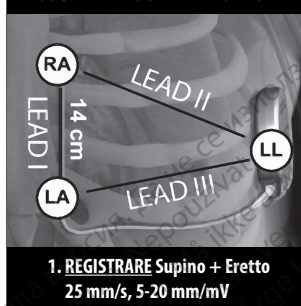

Figura 2. Posizionamento tipico degli elettrodi ECG di superficie per la selezione del paziente
1. Per effettuare il processo di selezione del paziente, è necessario ottenere una superficie equivalente dei vettori di sensing sottocutanei. È importante raccogliere l'ECG di superficie nel punto che rappresenta la posizione desiderata del sistema S-ICD impiantato. Durante il posizionamento del sistema S-ICD nel punto di impianto tipico, è necessario posizionare l'elettrodo ECG come segue (Figura 2 Posizionamento tipico degli elettrodi ECG di superficie per la selezione del paziente a pagina 21). Se si desidera un posizionamento del generatore d'impulsi o dell'elettrodo sottocutaneo del sistema S-ICD non standard, è possibile modificare le posizioni dell'elettrodo ECG di conseguenza.